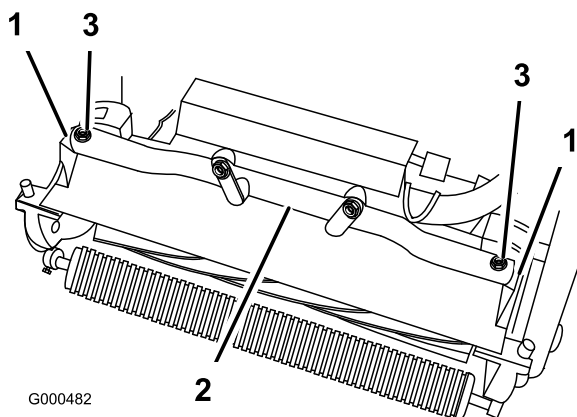

Bild 45
4. Nehmen Sie die (2) Schrauben ab, mit denen die Gelenkkarme des Mähwerks am Rahmenrohr der Zugmaschine befestigt sind (Bild 45).
5. Drehen Sie die Gelenkkarme nach vorne (Bild 45) und stellen Sie die Zugmaschine auf dem gesicherten Ständer ab.